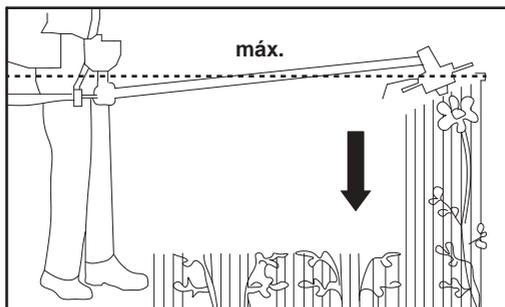

Fig. 32
4. Mantenga siempre el cabezal de corte por debajo de la cadera (Fig. 32). Cuanto más alto esté, mayor es la posibilidad de que salgan objetos despedidos.